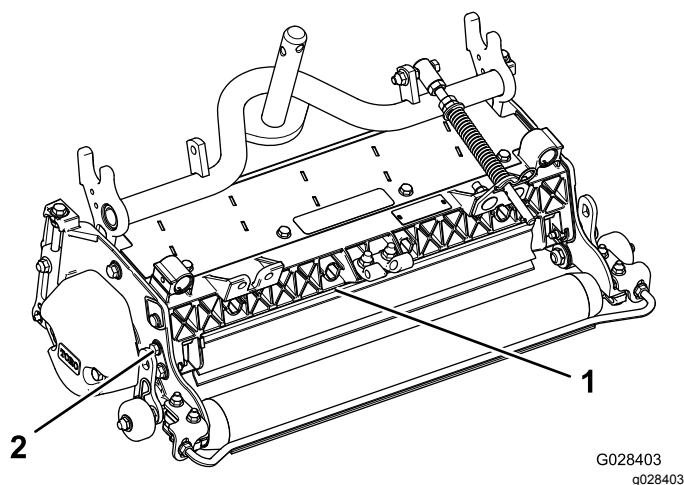

Figure 11
1. Desserrez les boulons sur le pivot du déflecteur d'herbe (Figure 11).
2. Tournez le déflecteur d'herbe à la position de réglage voulue et serrez les boulons (Figure 11).